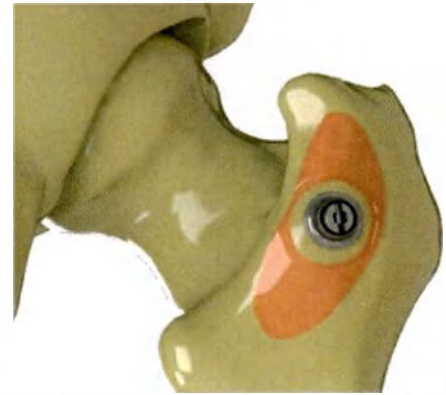

Рисунок 6. Установите кортикальный винт бедренной кости, убрав мягкие ткани из области вокруг фланца.
6. Убедитесь, что в том месте, в котором фланец винта пересекает корковый слой, нет мягких тканей. Винт должен быть посажен таким образом, чтобы мягкие ткани не мешали его установке (Рисунок 6).